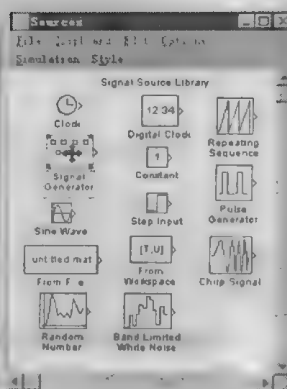

图 6-5
- (1) 把鼠标移到所要拷贝的 Signal Generator 模块上面。
- (2) 一直按下鼠标，这时你会发现鼠标形状就会发生改变，如图 6-5 所示。